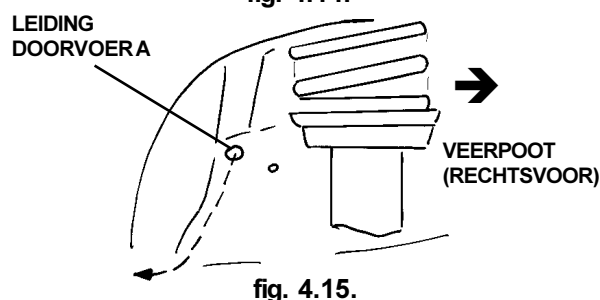

fig. 4.15.
Boor, op de aangegeven plaats (A) in de rechter wielkasteen gat $\varnothing 17$ mm. Plaats hier een doorvoerrubber. Zie fig. 4.15.